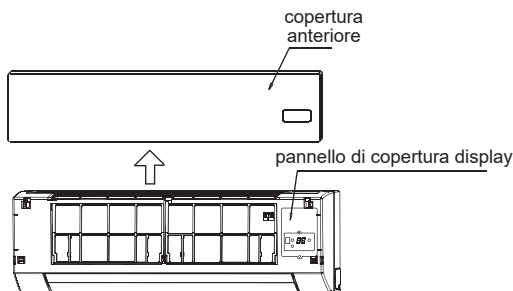

Fig. 7-1
- 1 Estrarre la copertura anteriore, quindi smontare il pannello di copertura del display. (Fig 7-1)